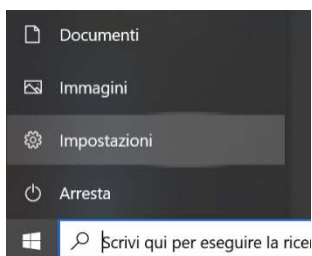

Fig.1
2. Dal menù di Windows selezionare Impostazioni (Fig.1)